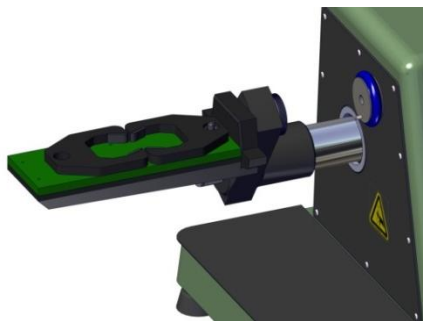

Abb. 5.8.2
3. Linke Klemmbacke und Biegesteg auf den Socket montieren (Abb.5.8.2). Den Stegstift vorsichtig in die mittlere Öffnung an der Klemmhalterung einführen (Abb. 7.3, Pos. 11).